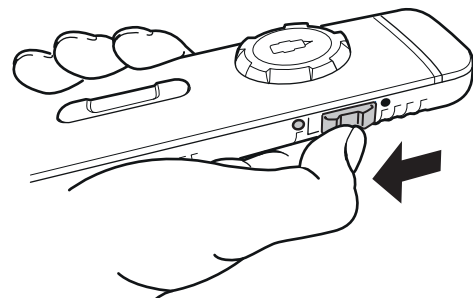

Abb. 26
- Den seitlichen Schiebeschalter nach unten schieben, um die Fernbedienung auszuschalten (Abb. 26)